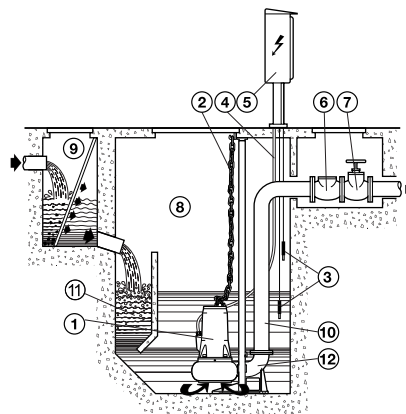

Fig. 6
- fissa con l'elettropompa posizionata sul piede di sostegno bloccato sul fondo del pozzetto o vasca di raccolta (fig. 6).
### 5.2.2 INSTALLAZIONE FISSA CON AGGANCIO AUTOMATICO SUL PIEDE DI SOSTEGNO (FIG. 6)
Durante il funzionamento l'elettropompa deve risultare completamente immersa nel liquido pompato. Per le elettropompe sprovviste di interruttore automatico a galleggiante incorporato, si rende necessaria l'installazione di un sistema di controllo a sonde (fig. 6) o a galleggiante o altre apparecchiature che assicurino il minimo livello del liquido e che proteggano l'elettropompa contro la marcia a secco.